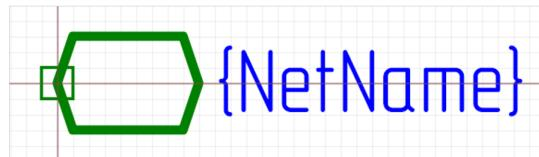

Рис. 67 Порт блоков Вход/Выход
- Вход/Выход – обозначение двустороннего подключения к схемотехническому блоку (вложенной схеме), см. Рис. 67.